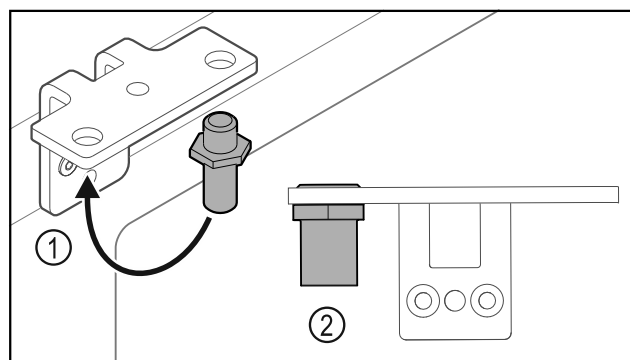

Fig. 17
- ▶ Bouten Fig. 17 (1) naar de scharnierhoek verplaatsen.
- ▶ Bouten Fig. 17 (2) met **aanhaalmoment van 12 Nm** vastdraaien.